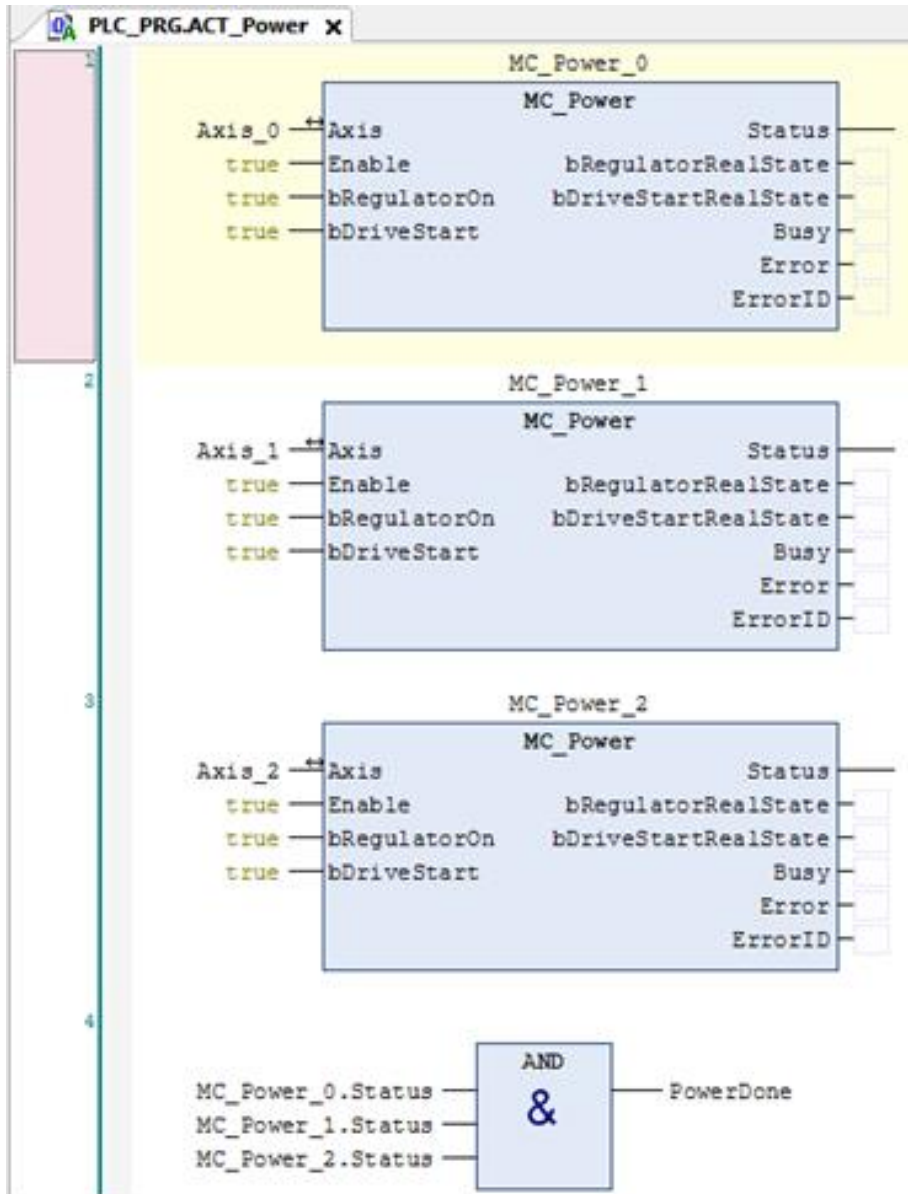

图 6.4 上电初始化模块
- 2) 在主程序 PLC_PRG 下添加上电使能模块 ACT_Power、配置电子齿轮模块 ACT_Gear、脉冲模块 ACT_Init 和主轴运动模块 ACT_Move, 如图 6.4~6.6 所示。